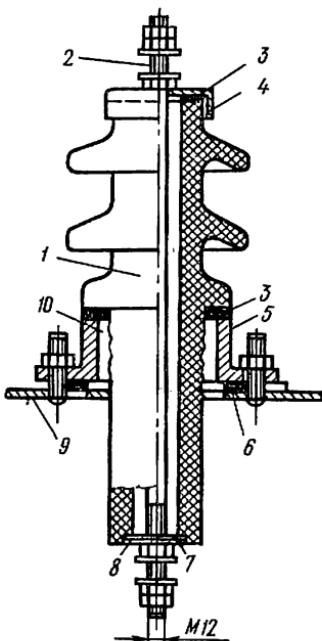

Рис. 100. Армированный ввод 6—10 кВ наружной установки:
**Ремонт вводов.** Основные неисправности вводов (рис. 100) следующие: трещины и сколы изоляторов, разрушение изоляторов, некачественная армировка и уплотнение, срыв резьбы контактного зажима при неправильном навинчивании и затягивании гайки. При значительных сколовах и трещинах ввод заменяется.